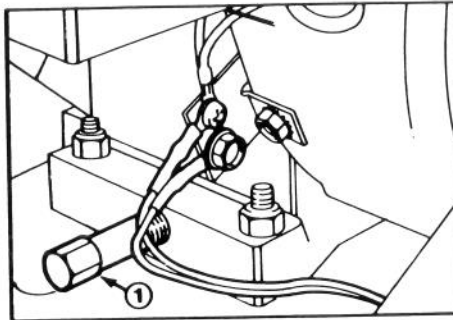

Figure 19
3. Nettoyez le tour du bouchon de vidange. Ensuite, glissez le bac de vidange sous le tube de vidange, puis enlevez le bouchon (Fig. 19).